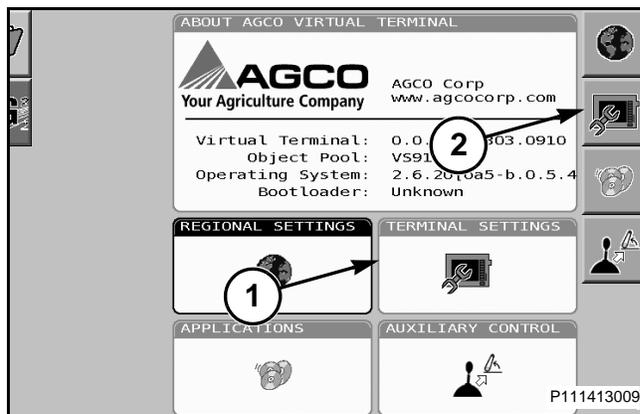

FIG. 61
FIG. 61: Para seleccionar fecha, hora e idioma desplácese hasta la casilla de fecha, hora e idioma (1) para resaltarla. Presione el botón de la rueda de selección para seleccionarla o presione la tecla rígida de fecha, hora e idioma situada junto al icono (2).